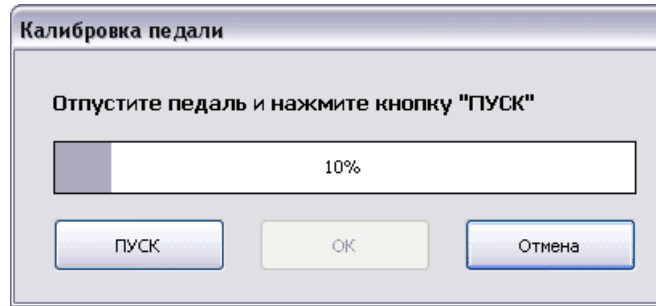

Рис. 2.12.
2.3.4.2. После отображения диалога (рис. 2.12) следовать указаниям системы.